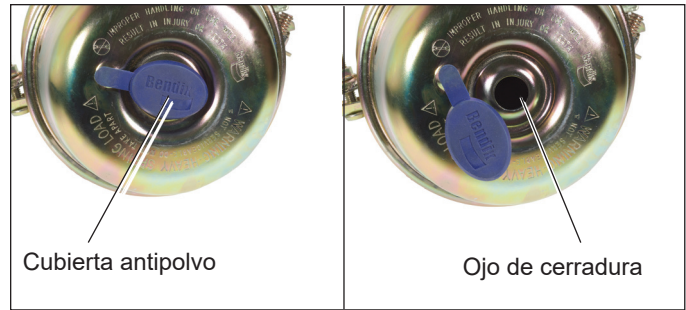

Figura 44 – Extracción de la cubierta antipolvo (el diseño real de la cubierta antipolvo puede variar)
5.4.4 Retire la tapa guardapolvo o el sello de intemperie del ojo de la cerradura en el centro de la cámara del freno de muelle a cuestas (consulte la figura 44).